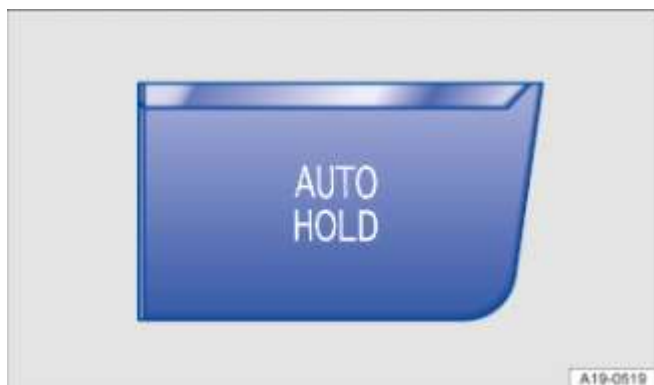
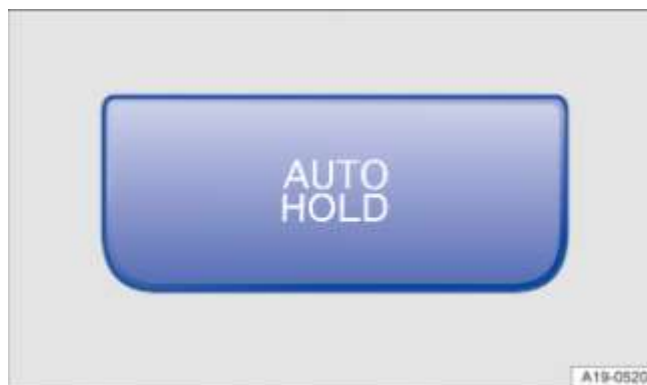

Fig. 125 Dans la console centrale : touche Auto Hold pour boîte mécanique.
Fig. 126 Dans la console centrale : touche Auto Hold pour boîte automatique ou à double embrayage.
- Appuyez sur la touche **AUTO HOLD** → Fig. 125, → Fig. 126. Le témoin de contrôle intégré à la touche **AUTO HOLD** → ⚠ s'allume en jaune.
- Appuyez sur la touche  ➔ Fig. 125, ➔ Fig. 126, ➔ . Le témoin de contrôle intégré à la touche  s'éteint.